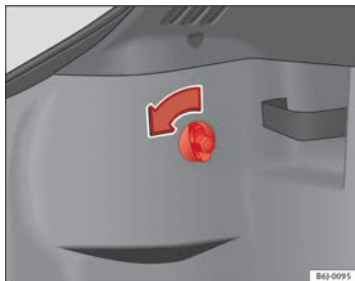

Abb. 165 Zugang zu den Rückleuchten
- Die Schraube von Hand oder mit einem Schraubendreher in Richtung des Pfeils ⇒ Abb. 165 drehen.
- Nehmen Sie den Stecker aus der Aufnahme (A) ⇒ Abb. 165. ▶